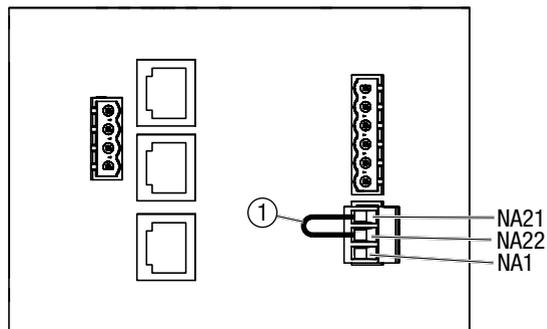

Figura 22 Collegamenti dello spegnimento esterno
6. Verificare se i contatti NA21 e NA22 sono bypassati (Figura 22/Pos. 1).